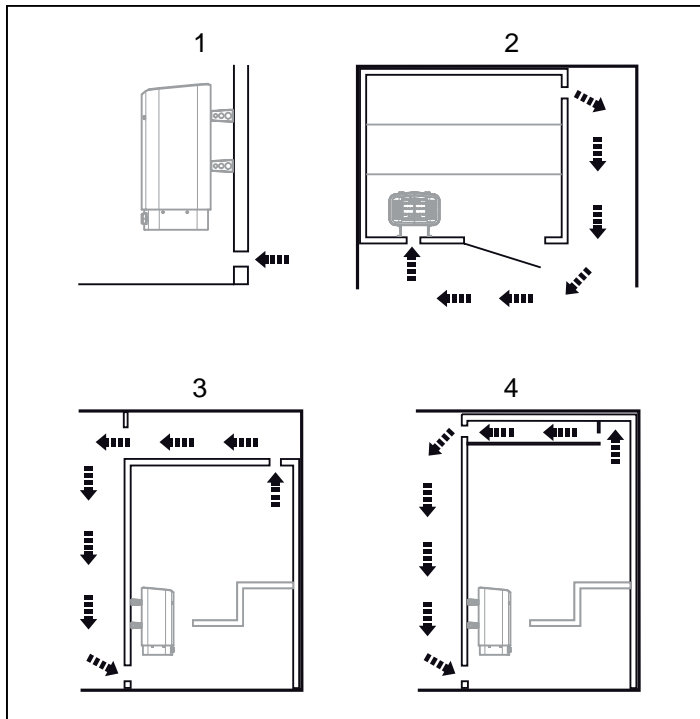

Abb. 6: Position des Zu- und Abluftventils
- Mit größtmöglichem Abstand zum Zuluftventil, z. B. diagonal gegenüber, siehe Abb. 6.
- Oben an der Wand oder an der Decke, siehe Abb. 6.